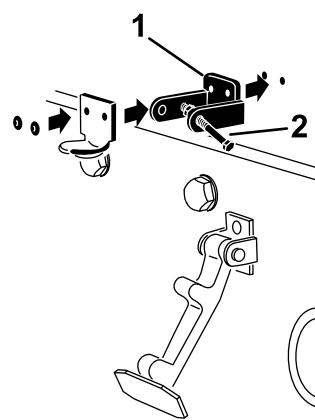

Figura 16
Nota: O suporte do trinco tem de estar contra o capot (Figura 16). Não retire o parafuso e a porca do braço do suporte do trinco.
5. Aplique rebites nos suportes e nas anilhas ao capot (Figura 16).